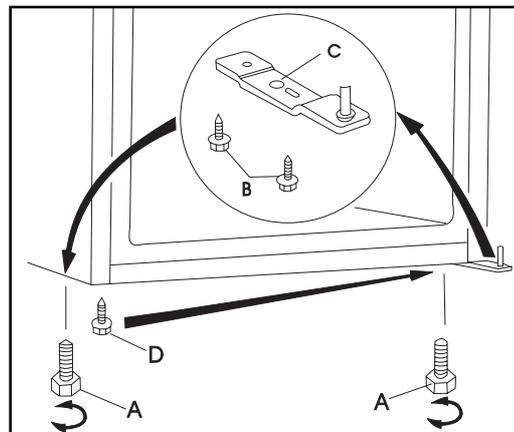

Abb.1
Schraubfüße (A) unten herausdrehen. (Abb.1)
- Schrauben (B) am unteren Scharnier herausdrehen und Scharnier (C) entfernen. (Abb.1)
- Gehäuseschraube (D) umsetzen. (Abb.1)
- Unteres Scharnier (C) mit zwei Schrauben (B) auf gegenüberliegender Seite montieren. (Abb.1)
- Schraubfüße (A) wieder einschrauben. (Abb.1)